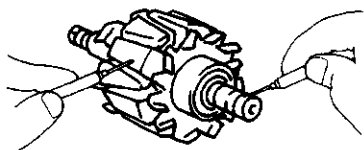

图 4-32 检查转子线圈是否导通
②检查转子线圈的接地。检查并确认在滑环和铁心之间不导通，如图 4-32 所示。如果有导通，则更换转子组件。